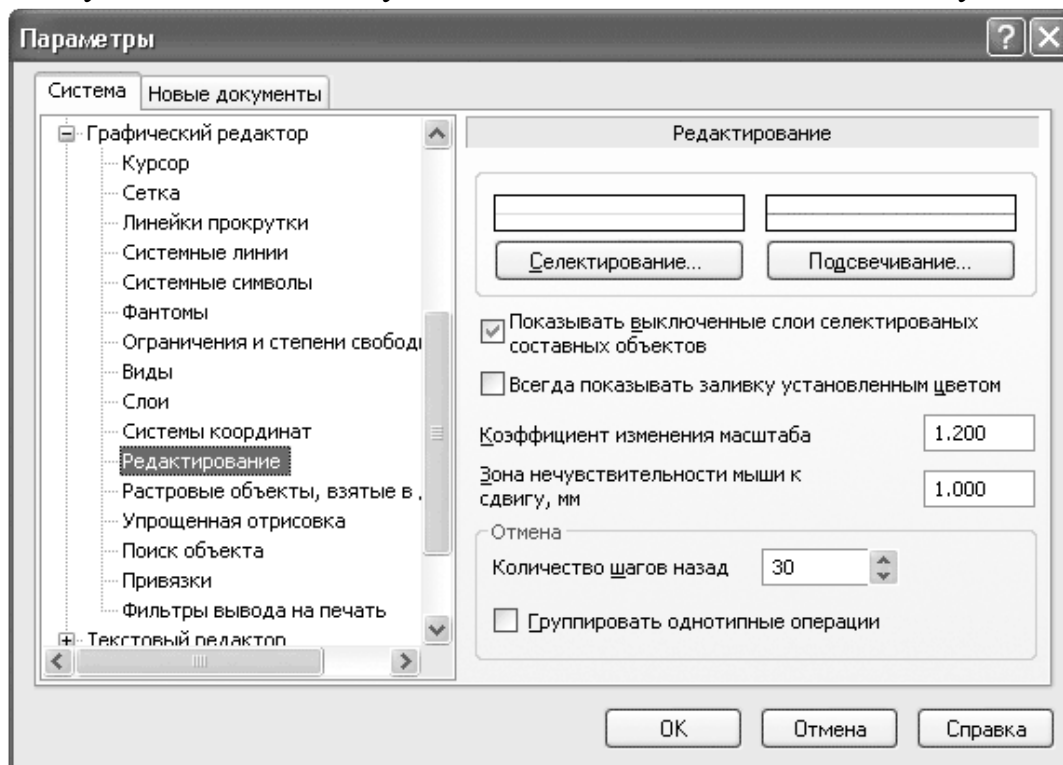

Рис. 5. Параметры редактирования графических документов
25. **Редактирование** – раздел (рис. 5), дающий возможность выбрать коэффициент изменения масштаба – величину, показывающую, во сколько раз будет увеличен или уменьшен текущий масштаб при выполнении команд *Увеличить масштаб* или *Уменьшить масштаб*. Кроме того, вы можете задать количество шагов построения чертежа, которые могут быть отменены с помощью команды *Отмена* (максимальное значение – 100).